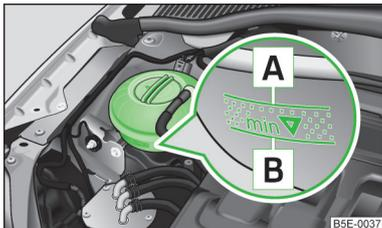

Abb. 150
Zum Nachfüllen nur das Frostschutzmittel verwenden, dessen Bezeichnung auf dem Kühlmittelausgleichsbehälter aufgeführt ist » Abb. 150 auf Seite 179.
- Den Kühlmittelstand am Kühlmittelausgleichsbehälter prüfen » Abb. 150.
- Das Kühlmittel nicht über die Markierung **A** auffüllen » Abb. 150.